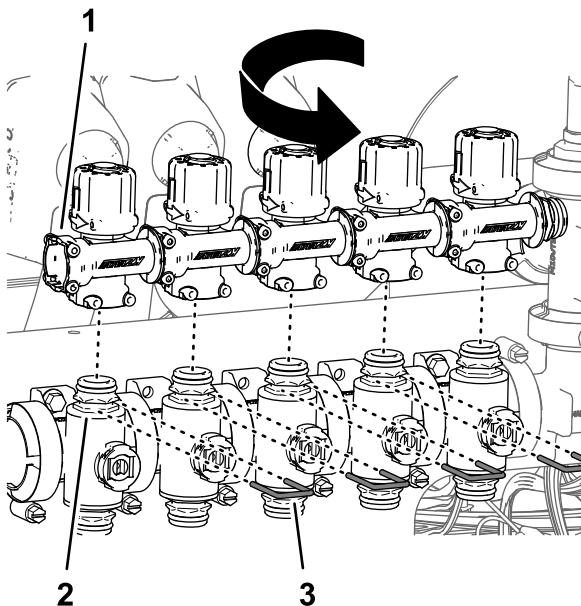

图 101
6. 将旁通阀旋转 180° 然后将其组装到喷洒段阀的快速断开接头上图 101。
7. 使用在步骤 4 中卸下的卡环图 101 将旁通阀固定到喷洒段阀上。
9. 用随盖子提供的卡环将盖子组装到喷嘴阀 5 和 6 上的旁通阀快速断开接头上图 101。